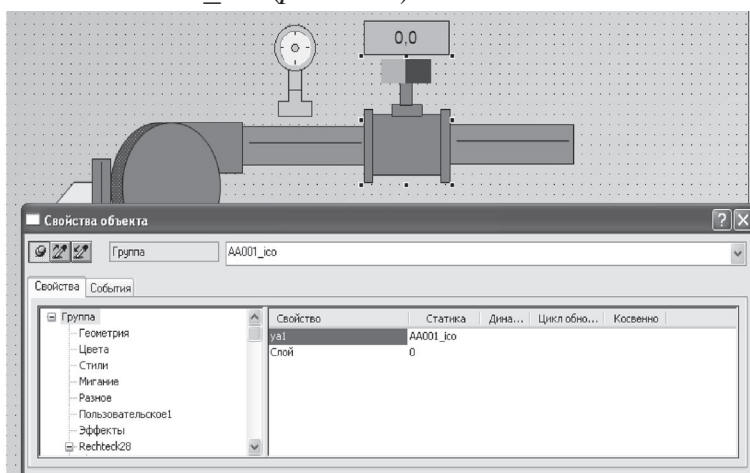

Рис. 3.17. Создание иконки клапана
8. Теперь объединим все элементы иконки нашего клапана в группу и назовем ее *AA001_ico* (рис. 3.17).